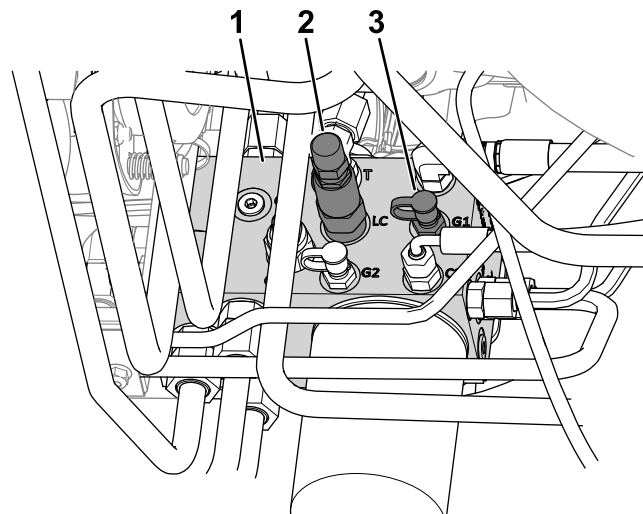

Figure 20
4. Branchez un manomètre sur l'orifice de contrôle (identifié par G1 ; voir la Figure 20).
2. Tiroir de transfert de poids (LC)
5. Sur le côté du collecteur de levage, enlevez le capuchon de la prise d'essai (identifiée par G1 ; voir la Figure 20).
6. Desserrez l'écrou de blocage au bout du tiroir de transfert de poids (identifié par LC ; voir la Figure 20).